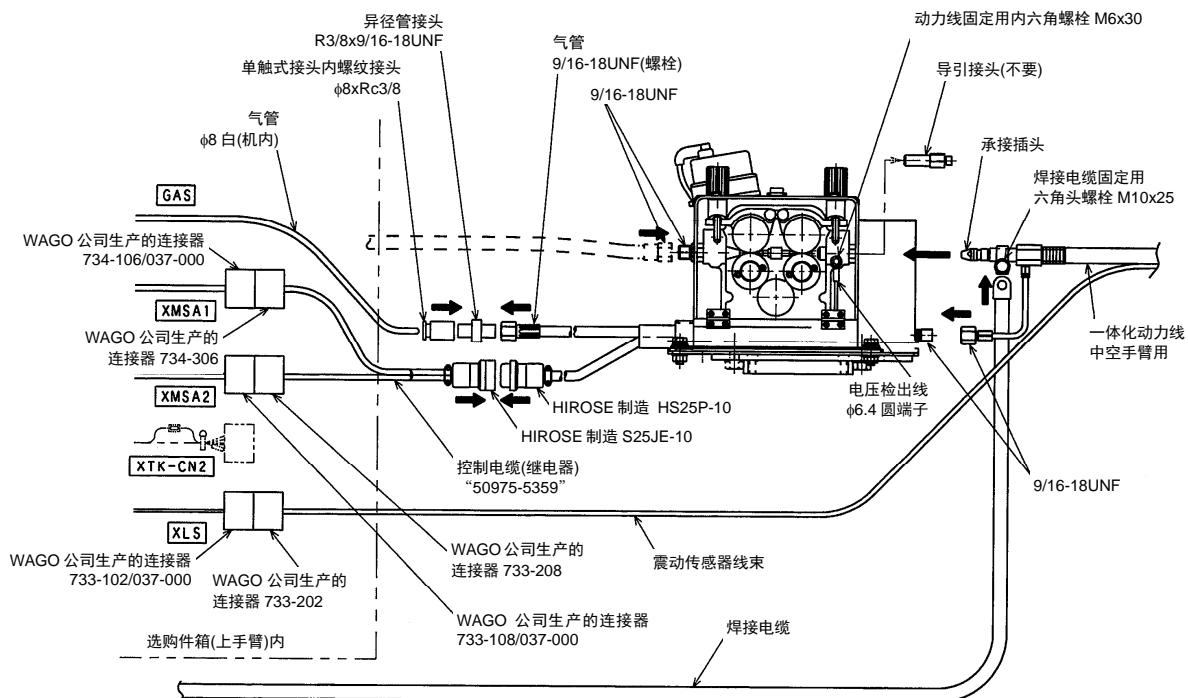

图 1.5 控制电缆及气管的连接
- 参考图1.5，用选购件箱内附属的电缆连接连接器(XMSA1和XMSA2)和控制电缆(继电器)(选购件)。另外，取出选购件箱内的气管，安装异径管接头(选购件)和单触式接头(选购件)，并与送丝机的气管连接。